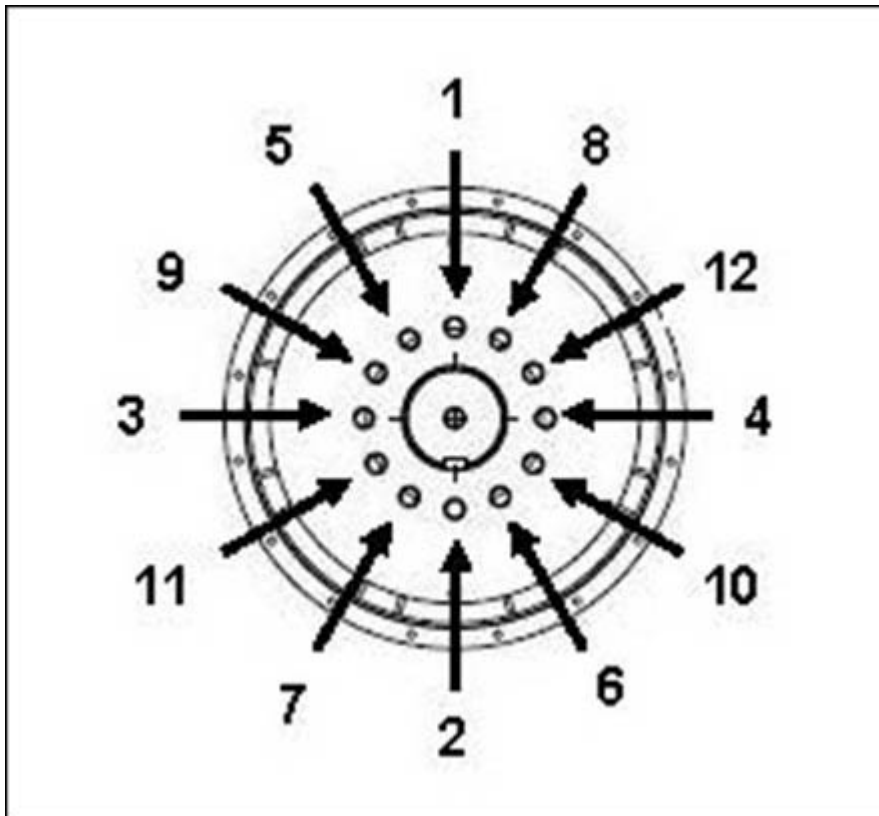

РИС. 17. ПОСЛЕДОВАТЕЛЬНОСТЬ КРЕПЛЕНИЯ К СТУПИЦЕ
4. При необходимости затяните болты дисков муфты, соблюдая последовательность, указанную в Рис. 17 на стр. 34.